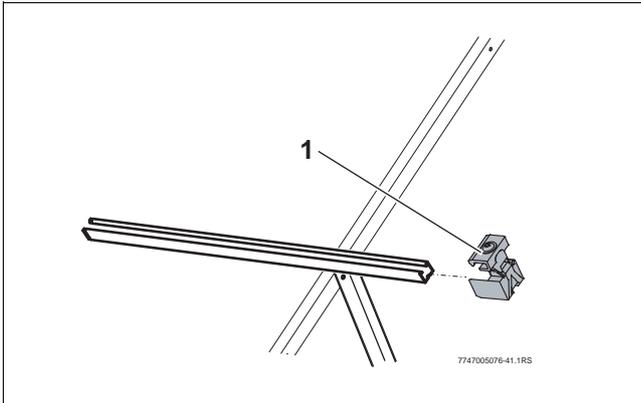

Fig. 63 Introduzir o fixador de colector simples
- ▶ Inserir o fixador de colector simples (Fig. 63, [1]) na extremidade direita dos perfis em "U", até este encaixar no primeiro furo alongado do perfil.